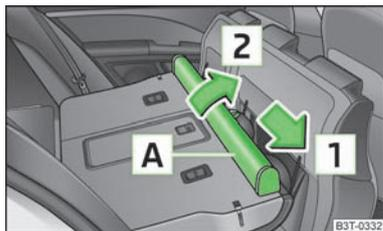

Fig. 81
- Fare scorrere l'alloggiamento della rete di separazione **[A]** » fig. 81 nella direzione indicata dalla freccia **[1]** e quindi estrarla dall'alloggiamento dei sedili posteriori nella direzione indicata dalla freccia **[2]**.